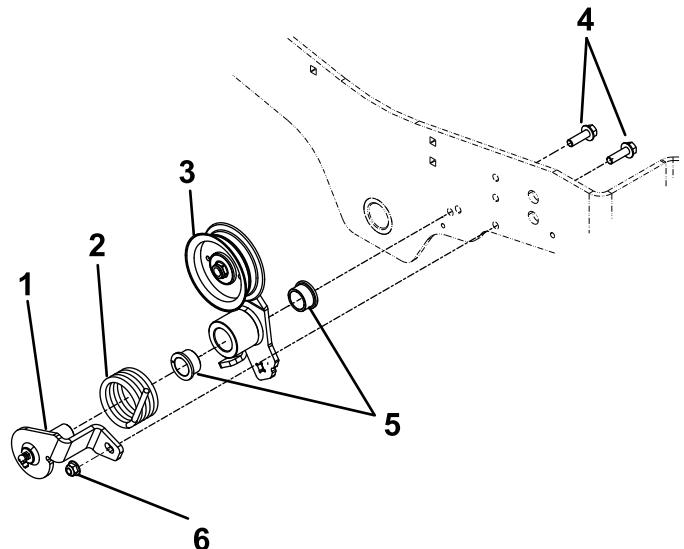

Bild 6
3. Montieren Sie die Spannscheibenstütze und den Spannarm mit zwei Schrauben ($\frac{3}{8}'' \times 1\frac{1}{4}''$), zwei Buchsen, einer Feder und einer Nylon-Sicherungsmutter ($\frac{3}{8}''$) am Rahmen der Maschine, siehe Bild 6.